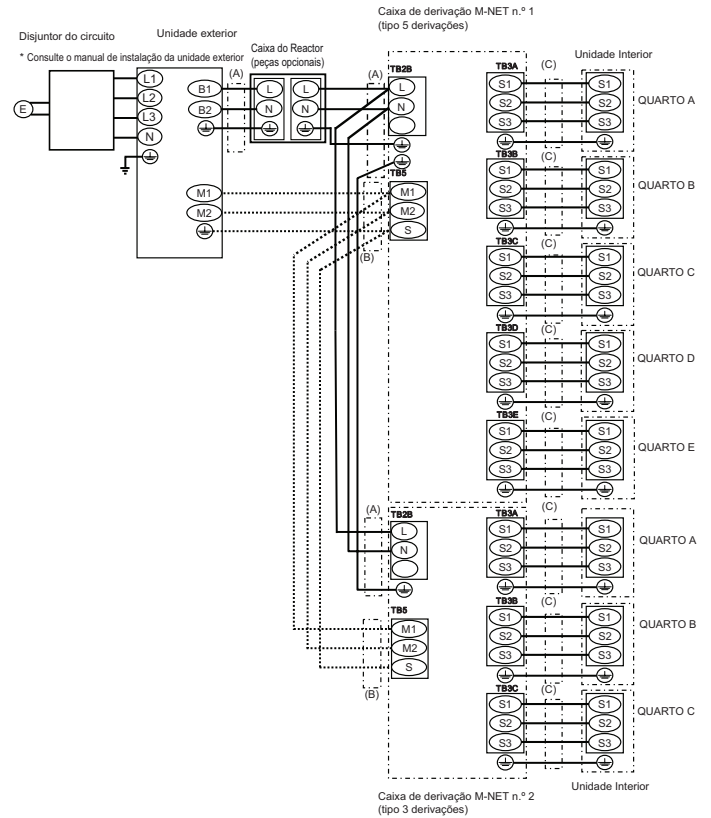
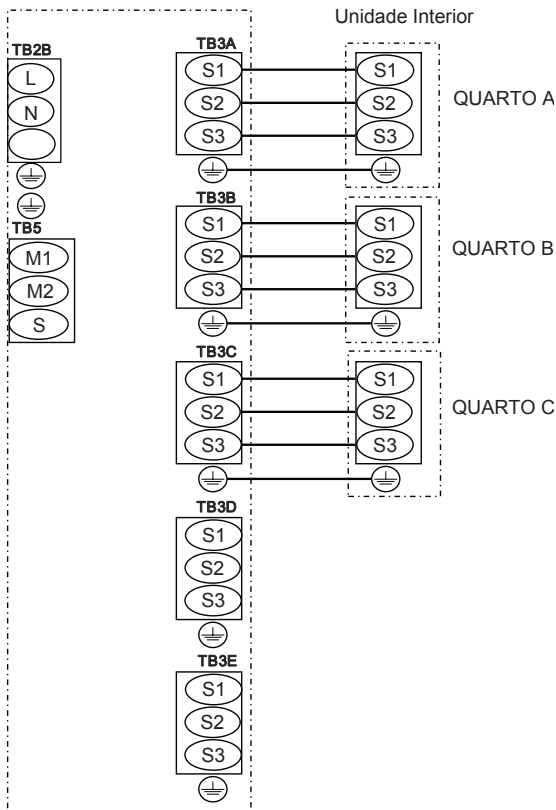

Fig. 8-8
Fig. 8-9
3. Ligue firmemente todos os fios ao bloco terminal apropriado. (Fig. 8-8)
## 8.2. Procedimento de cablagem externa (Fig. 8-8, Fig 8-9)